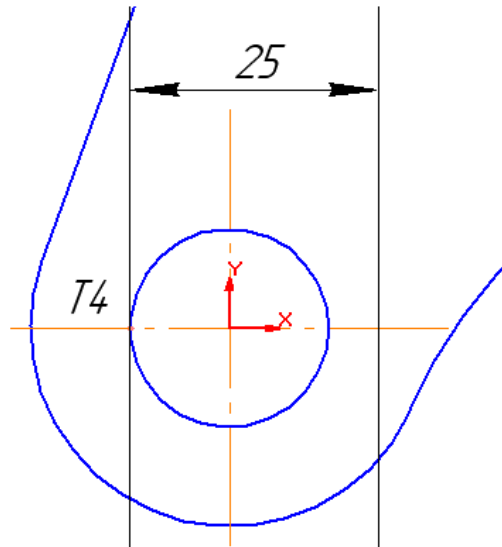

Рисунок 12
18.1. Збільшити частину деталі, на якій виконується шпонковий паз. Використовуючи команду **Вертикальная прямая** на сторінці Геометрия  у **Панели расширенных команд** побудови допоміжних прямих, будується вертикальна пряма через точку T4, яка дотична до лівої частини кола (рисунок 12).
18.2. За допомогою команди **Параллельная прямая**  з правого боку від побудованої вертикальної прямої і на відстані 25 мм від неї будується паралельна пряма (див. рисунок 12).